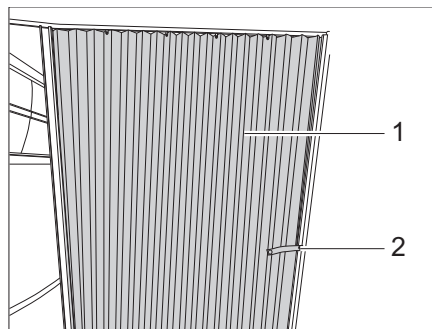

Bild 77 Faltporhang
- Das Sicherungsband (Bild 77,2) lösen.
- Faltporhang (Bild 77,1) in Schließstellung ziehen.
- Faltporhang (Bild 77,1) in die Öffnungsposition führen.
- Faltporhang mit dem Sicherungsband (Bild 77,2) befestigen.